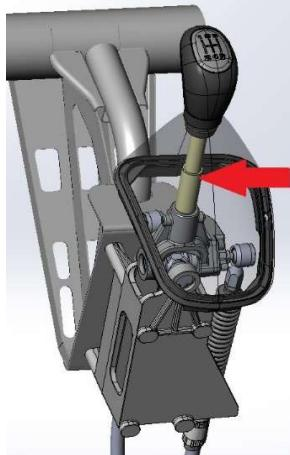
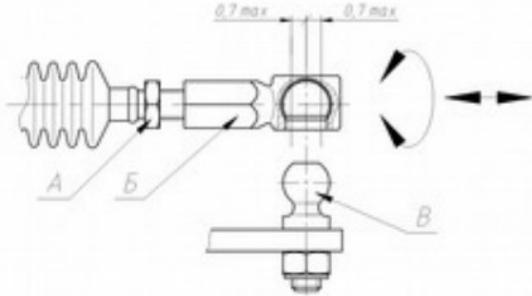

Рис. 16
Рис. 17
1.4.6	<p>Предварительно установить рычаг ПП в нейтральное положение (Рис. 16). Допускается применение технологических приспособлений, обеспечивающих неподвижность рычага ПП в нейтральном положении.</p> <p>После фиксации корпуса троса в кронштейне, проверить совпадение осей наконечника троса Б (Рис. 17) и сферического пальца В. Положение наконечника при проверке определяется как средняя точка между двумя крайними положениями свободного хода (люфта) троса. (наконечник троса включения навинчиваются на 4 – 5 оборотов).</p> <p>Отклонение осей не должно превышать 0,7мм в каждую сторону (1/2 витка наконечника).</p> <p>При необходимости, провести регулировку наконечника Б при ослабленной контргайке А.</p>